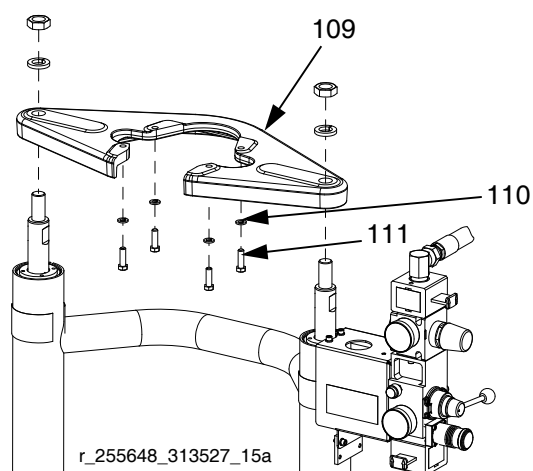

ABB. 27: NXT an D60 mit Ram
- b. Für NXT mit kleinerer Folgeplatte: Wenn Motor entfernt wurde, Stellschrauben (111) mit Unterlegscheiben (110) an Halterung (109) festziehen. Siehe ABB. 27 auf Seite 27.
1. Sicheres Hebezeug verwenden, Motor unter Verwendung von Schrauben (111) und Unterlegscheiben (110) an Befestigungsplatte (109) befestigen. Siehe ABB. 27 auf Seite 27.